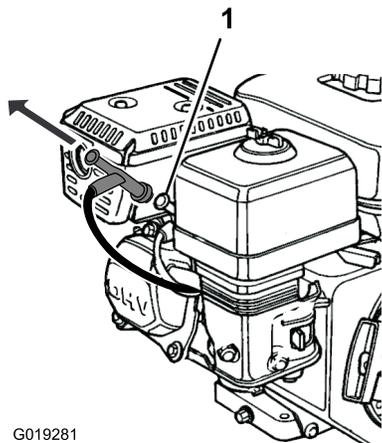

Figure 24
5. Débranchez le fil de la bougie (Figure 24).
11. Rebranchez le fil de la bougie (Figure 24).